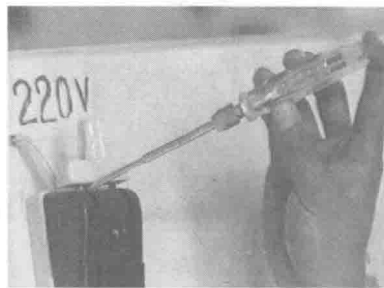

图 1-14 检查试电笔的好坏
① 使用试电笔之前，首先要检查电笔内有无安全电阻，然后直观检查试电笔是否损坏，有无受潮或进水现象，检查合格后才能使用。
② 在使用试电笔测量电气设备是否带电之前，先要将试电笔在已知有电源的部位试一试氖气泡是否能正常发光。能正常发光，才能使用，如图 1-14 所示。
③ 在明亮的光线下或阳光下测试带电体时，应当注意避光，以防光线太强不易观察到氖气泡是否发亮，以免造成误判。
④ 大多数试电笔前面的金属探头都制成小螺丝刀形状，在它拧螺钉时，用力要轻，扭矩不可过大，以防损坏。
⑤ 试电笔使用完毕，要保持试电笔清洁，并放置在干燥、防潮、防摔碰处。